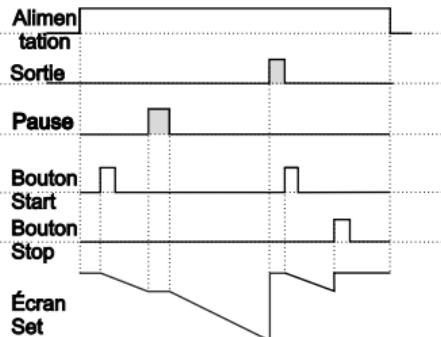

Figure 1.2
1.1.2 Si le décomptage est **dEct** = 1 et que **outF** est **oFF**, le schéma de commande sera celui illustré à la figure 1.2